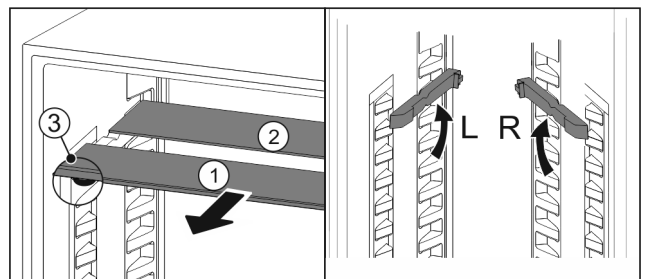

Fig. 25
- ▶ Izvucite Fig. 25 (1) staklene ploče jednu po jednu prema naprijed.
- ▷ Staklena ploča Fig. 25 (1) s ukrasnom letvicom nalazi se sprijeda.
- ▷ Zaustavljači Fig. 25 (3) su usmjereni prema dolje.